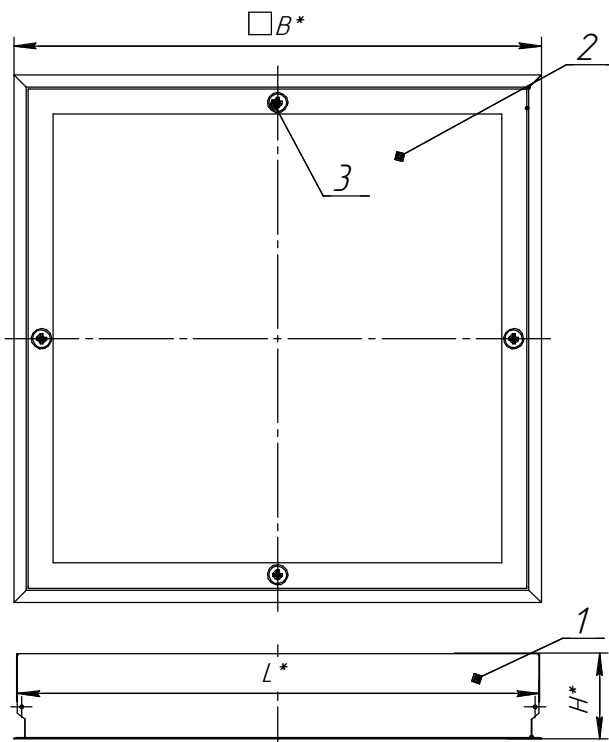

Рисунок 1: 1. Корпус в сборе,
4.1 Светильник состоит: из корпуса в сборе поз. 1, в котором размещена электрическая схема; обечайка в сборе поз. 2 которая закреплена на корпусе в сборе при помощи винтов поз. 3 рисунок 1.
6.2. Снимите обечайку в сборе поз. 2 рисунок 1 предварительно открутив 4 винта поз. 3.
6.9. Установите обечайку в сборе поз. 2 рисунок 1 на корпус в сборе поз. 1, предварительно закрутив 4 винта при помощи отвертки поз.3.